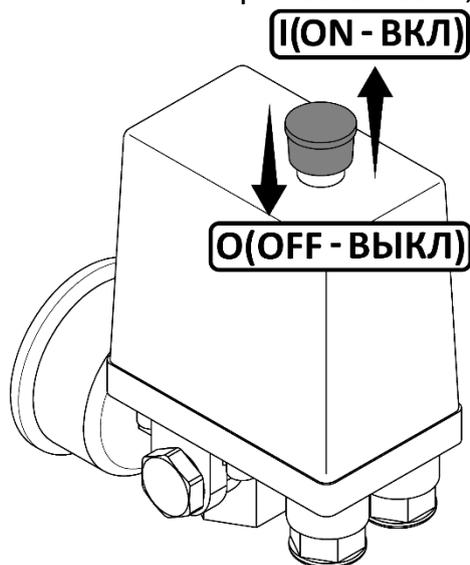

Рисунок 6
- Проверьте, чтобы выключатель на реле давления находился в выключенном положении "O" (рисунок 6).
- Включите компрессор выключателем на реле давления и сразу же выключите. Для этого необходимо переключить выключатель в положение "I" (рисунок 6). Кнопка выключателя имеет фиксированные положения